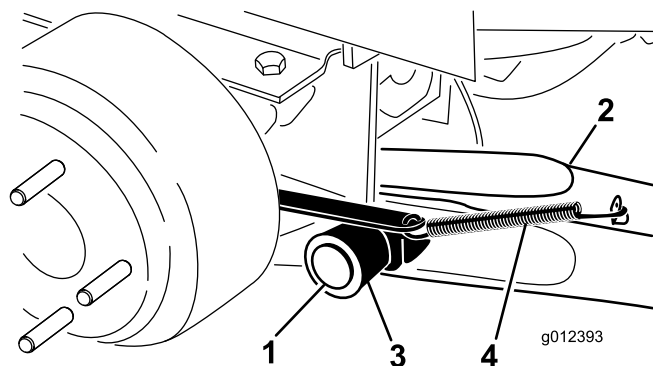

Bild 3
6. Befestigen Sie einen Hubarm mit einem Schwenkstift und einem Splint an der Schwenkhalterung (Bild 3).
- Haken Sie die Bremsrücklauffeder in die Lasche am Hubarm ein (Bild 3).